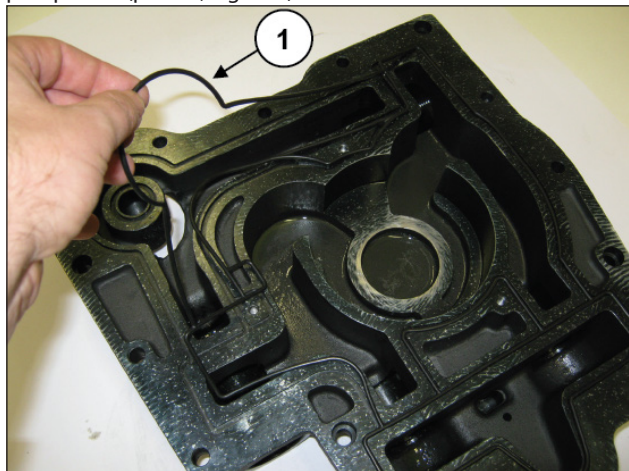

Fig. 150
Inserire la guarnizione O-ring sagomata nella sede corpo pompa olio (pos. ①, Fig. 150).